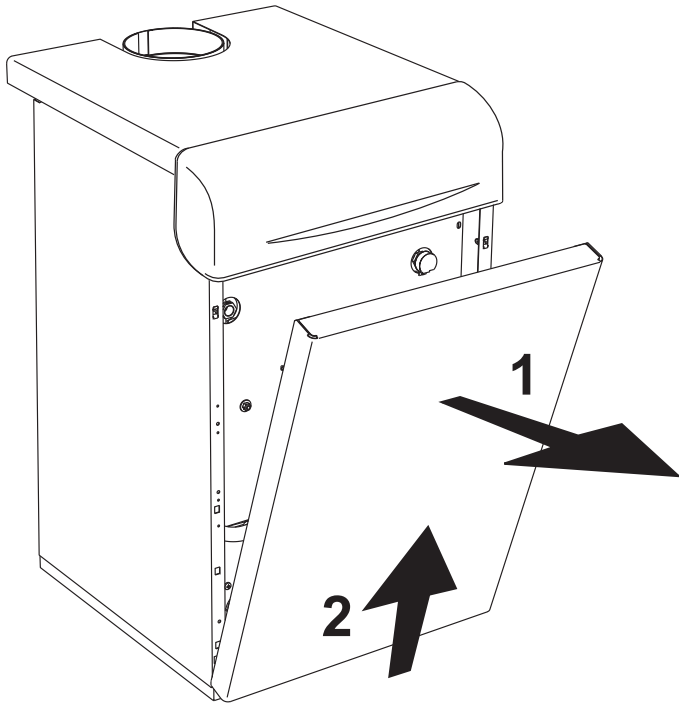

fig. 4 - Apertura del panel frontal
Para abrir el panel frontal de la caldera, ver la secuencia indicada en la fig. 4.
- Quite el panel frontal de la caldera (fig. 4).